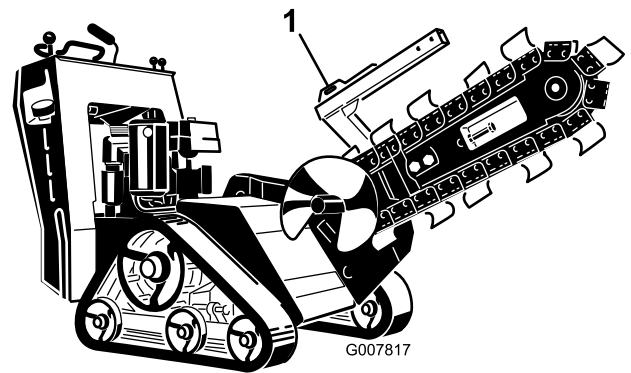
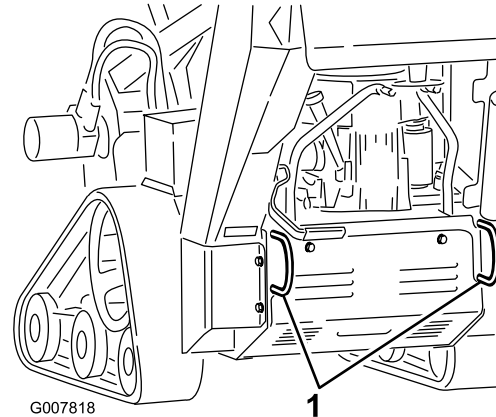

Figura 23
Figura 24
3. Fissate la macchina al rimorchio con catene o cinghie utilizzando gli anelli di attacco/sofflevamento sulla parte anteriore e posteriore della macchina (Figura 23 e Figura 24). Fate riferimento alle ordinanze locali per i rimorchi e ai requisiti per i punti di attacco.
La macchina può essere sollevata utilizzando gli anelli di attacco/sofflevamento come punti di sofflevamento (Figura 23 e Figura 24).